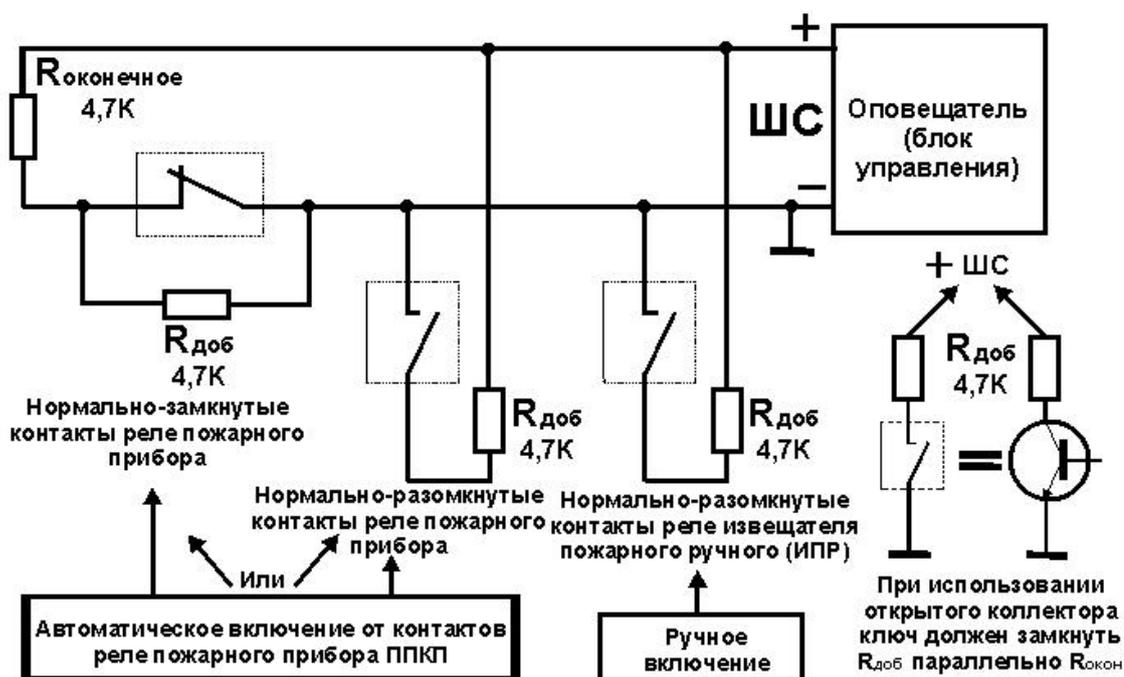

Рис. 4 Схема подключения шлейфа сигнализации
Предназначены для подключения шлейфа сигнализации обеспечивающего включение оповещателя от автоматической установки пожарной сигнализации, пожарного приемо-контрольного прибора (ППКП) или от ИПР (ручное включение СОУЭ). Схема включения ШС приведена на рис. 4 (с учётом полярности для открытого коллектора):
7. При поступлении сигнала от ППКП на включение СОУЭ (через реле ППКП, см. раздел 4 настоящей инструкции, рис. 4) Оповещатель **немедленно** переходит в тревожный режим. После поступления сигнала тревога оповещатель в течение 4 секунд анализирует состояние ШС и, если в пределах этого времени подтверждается режим тревоги, оповещатель находится в этом режиме **ДО ВЫКЛЮЧЕНИЯ ПИТАНИЯ**. На громкоговорители транслируется типовое записанное сообщение : «ВНИМАНИЕ! ПОЖАРНАЯ ОПАСНОСТЬ! ВСЕМ ПОКИНУТЬ ПОМЕЩЕНИЕ! ЗВУК СИРЕНЬ!». Темп выдачи сообщения – 6 секунд сообщение, 4 секунд пауза. Мигают поочерёдно оба красных светодиода, встроенный звуковой сигнализатор выдаёт прерывистый сигнал для привлечения внимания диспетчера.